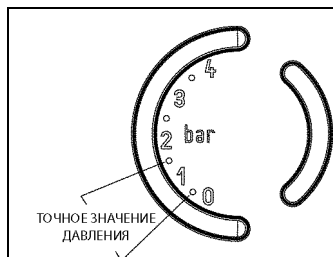

Рис. 7.4
- откройте на два-три оборота заглушку на автоматическом клапане для выпуска воздуха (A);
- откройте вентиль для заливки воды (C) так, чтобы отображаемое на манометре давление дошло до значения приблизительно 1 бар (рис. 7.4).